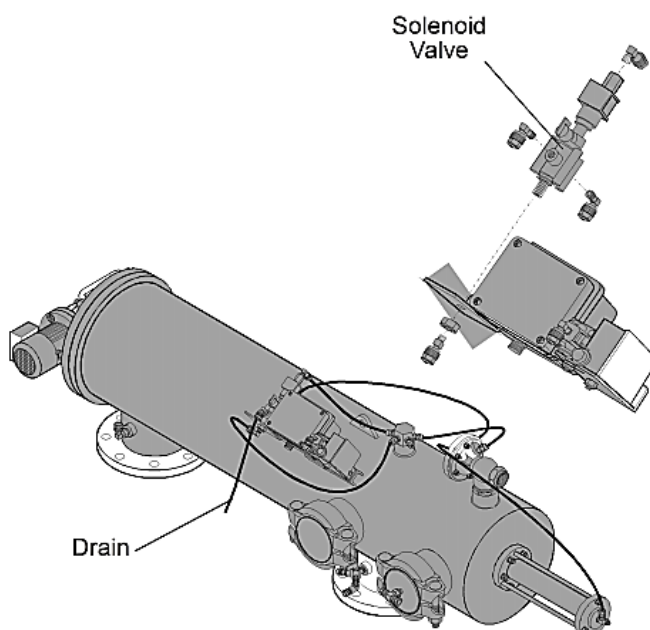

Figure 5: Retrait et installation du solénoïde
10. Connectez les 2 fils électriques aux bornes de la carte de contrôle (voir Figure 5).